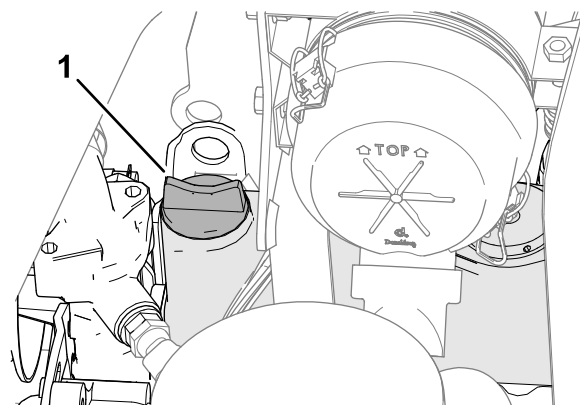

Figura 73
5. Dacă nivelul uleiului este scăzut, scoateți buoul rezervorului (Figura 73) i adăugați treptat cantități mici de ulei, verificând frecvent nivelul, până când nivelul atinge marcajul Full (Plin) de pe joă.